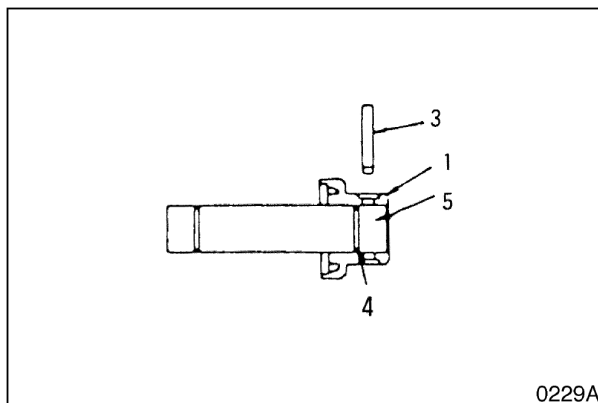

Рис. 26
1. Перед повторной сборкой обезжирьте, очистите и насухо вытрите все детали. Вставьте вкладыш (8, рис. 26) в направляющее колесо (7).
2. Смажьте уплотнительное кольцо (4, рис. 26) и установите его на вал.
3. Выровняйте отверстия подшипника (1, рис. 26) и вала (5) и соедините вместе штифтом (3).